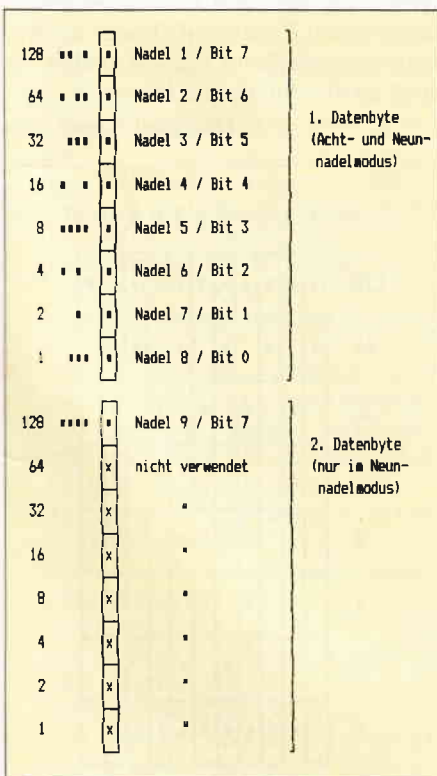

Bild 1: Nadelansteuerung bei Bitmuster-Grafiken
Zur Erzeugung der Bitmustergrafiken wird den Nadeln des Druckkopfs eine bestimmte Wertigkeit zugeordnet, das heißt, einer Nadel entspricht ein Bit der Daten. Ist das Bit gesetzt, wird an der entsprechenden Stelle auf dem Papier ein Punkt gedruckt. Die einzelnen Nadeln werden von oben nach unten nummeriert. Nadel eins erhält das höchstwertige Bit (128) eines Datenbytes zugeordnet, Nadel acht das niederwertigste (1). Da mit einem Neun-Nadel-Druckkopf auch neun Nadeln angesteuert werden können, wird im Neun-Nadel-Modus einfach noch ein zweites Datenbyte übergeben, dessen höchstwertiges Bit die neunte Nadel steuert. Die übrigen Bits dieses Bytes bleiben ungenutzt. Bild 1 zeigt den Zusammenhang zwischen Nadelwert und Datenbyte.